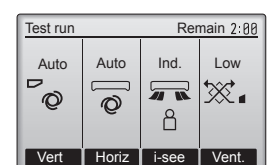

Fig. 7-4
- ② Druk op de toets [SELECTEREN] om het scherm voor waaijerinstelling (Vane) weer te geven en druk op de functietoetsen [F1] en [F2] om de automatische waaijerinstelling te controleren. (Fig. 7-4)
- ③ Druk op de [TERUG]-toets om terug te gaan naar het scherm Test run (Proefdraaien).